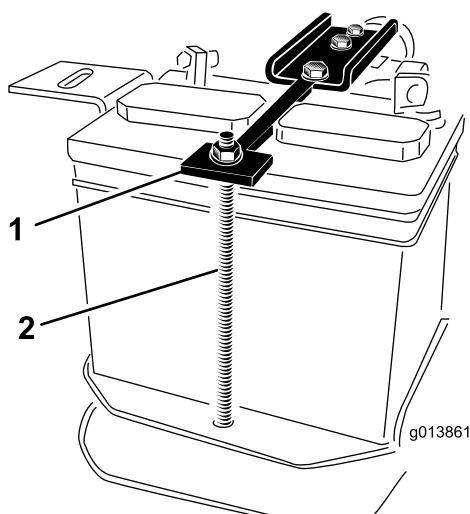

Figura 4
17. Retire las dos tuercas que sujetan las pletinas de sujeción de la batería y aparte las tuercas, las arandelas y el tubo del perno (Figura 4).